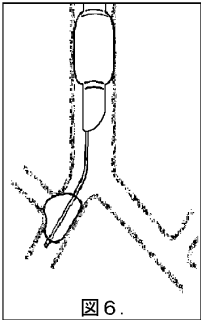

図6.
- ①ブロッカーチューブは深めに挿入し(使用方法の原則)、カフが気管分岐部を十分に越えて、主気管支内に収まるようにする。
- ②側臥位をとった後、気管支鏡下に①の条件(ブロッカーチューブの位置)が満たされていることを確認する。
- ③右肺は、右上葉気管支入口部もブロックするようにカフを膨張させることにより(図6)、右主気管支をブロックする。